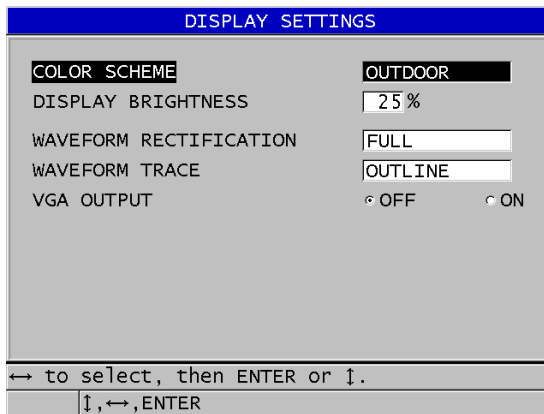

図 4-3 表示設定画面
2. 表示設定画面（68ページの図4-3を参照）で、希望のパラメーターと以下のパラメーターの値を選択します。